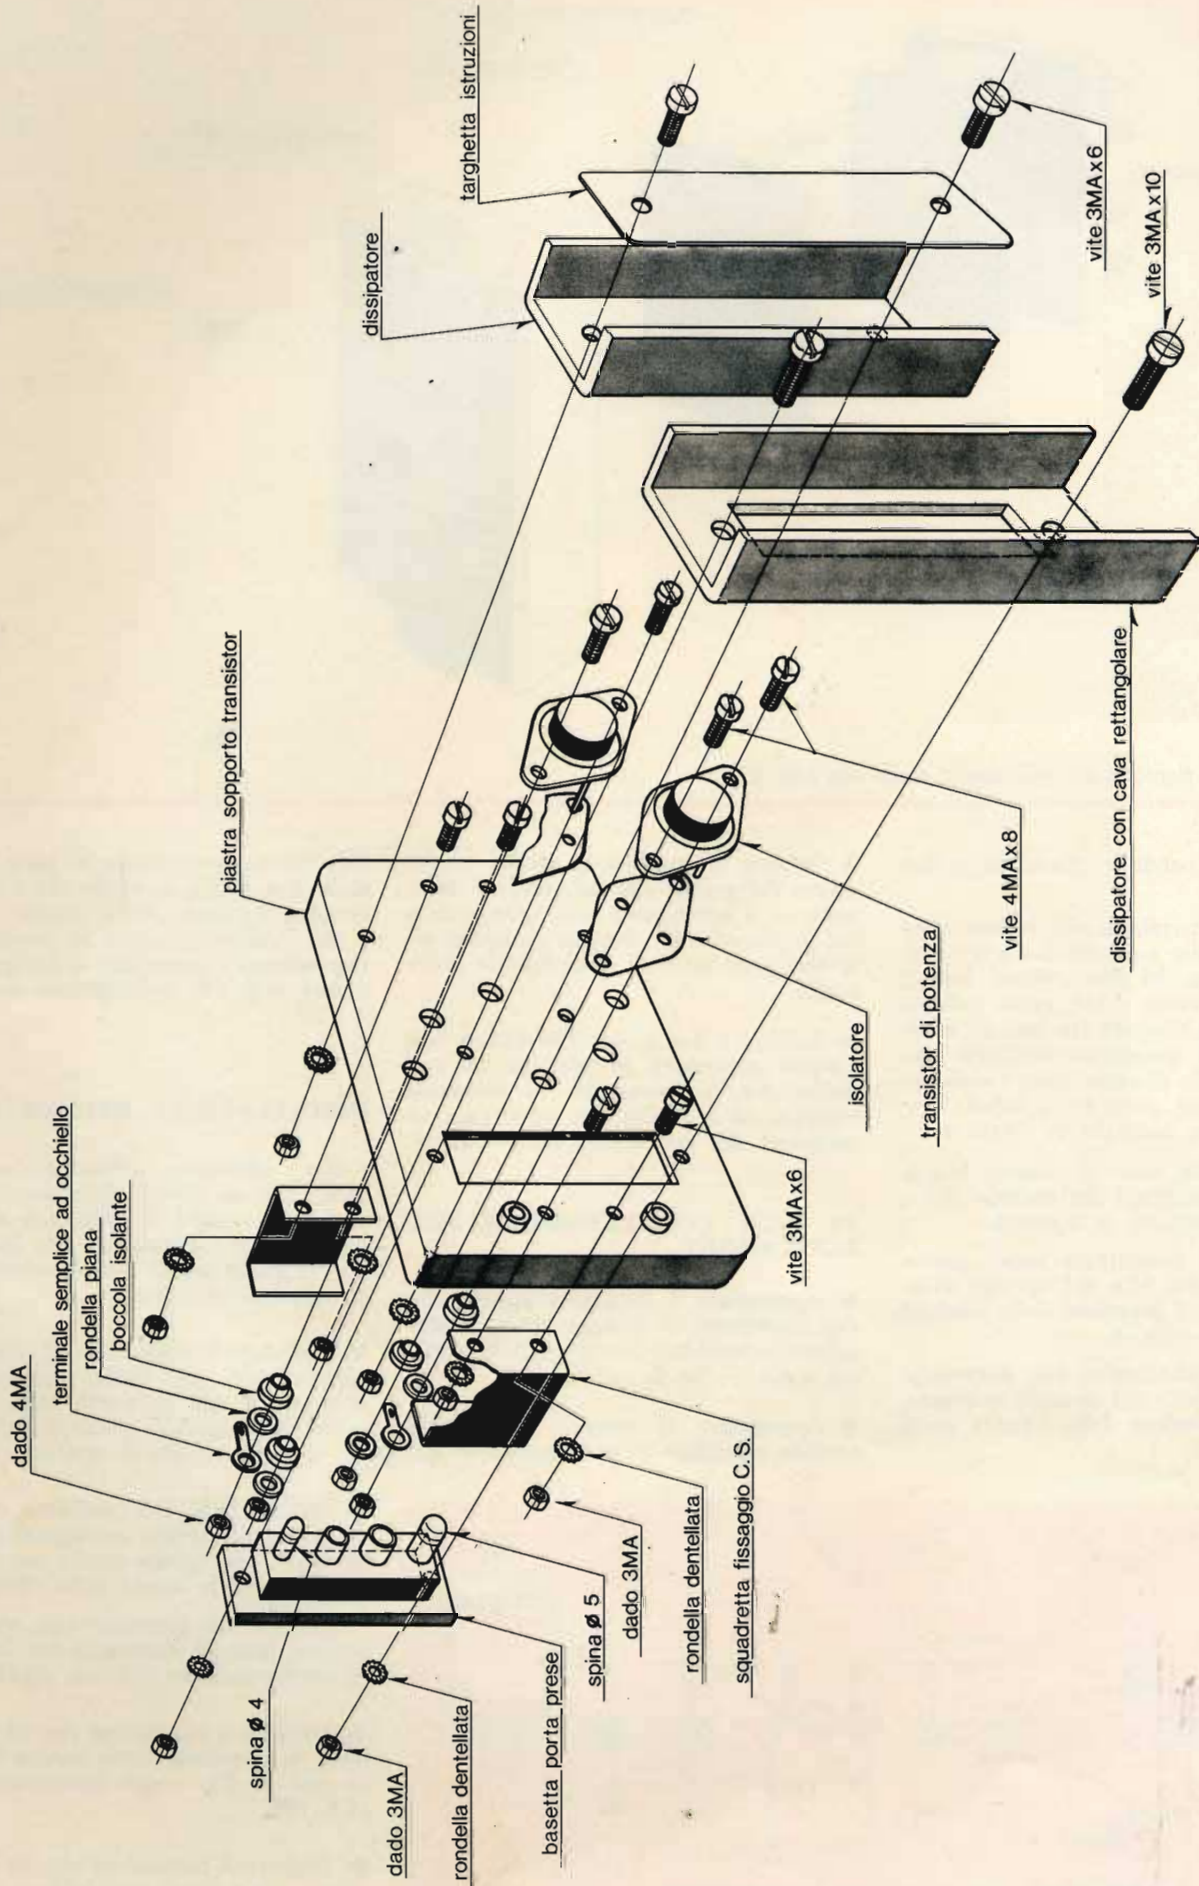

Fig. 5 - Esploso di montaggio della piastra e dei transistori.
2) FASE - MONTAGGIO DELLA PIASTRA DI SUPPORTO DEI TRANSISTORI - FIG. 5
● Montare sulla piastra i due transistori di potenza, interponendo fra la piastra ed i transistori gli appositi isolatori — fig. 5. Il fissaggio sarà effettuato mediante quattro viti 4MAx8, due per ogni transistore. A ciascuna vite, che dovrà essere introdotta dal lato superiore della piastra, dovranno essere infilati prima la boccola isolante, quindi la rondella piana ed infine il dado di fissaggio. Fra il dado e la rondella che fanno capo alla vite esterna di ciascuno dei due trasformatorei dovrà essere infilato un terminale semplice ad occhiello — fig. 5.